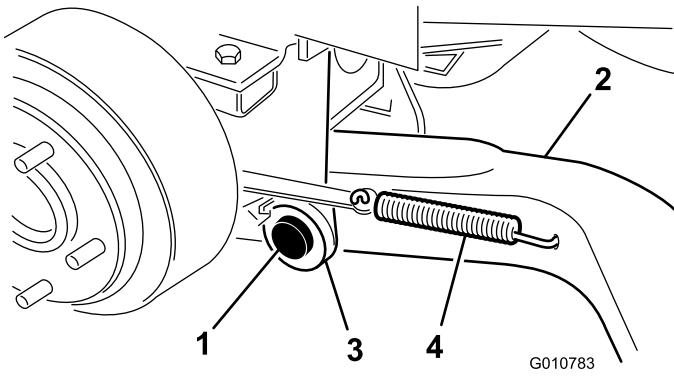

Figure 4
4. Montez un bras de levage (en plaçant la rotule à l'extérieur) sur le support de pivot avec un axe de pivot et une goupille fendue (5/32 x 1-3/4") (Figure 4).
| 6. Accrochez le ressort de rappel de frein dans le trou du bras de levage (Figure 4).   |